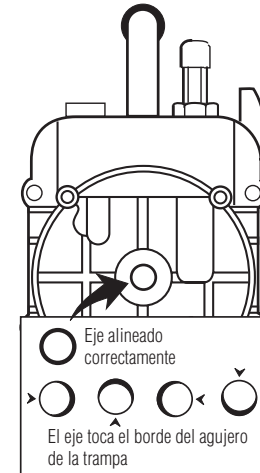

Figura 31
Paso 2: compruebe la alineación girando el eje con el acople. Si el eje se mueve libremente, continúe el ensamblado. Si el eje se atasca, afloje los pernos y gire el eje hasta que rote libremente. Vuelva a ajustar los pernos. El eje debe ser concéntrico con el orificio del eje visto desde la cara posterior (**figura 31**).